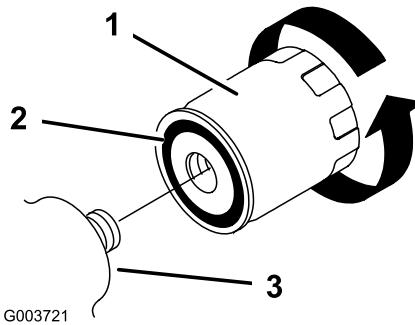

Figure 41
5. Enlevez le filtre à huile usagé (Figure 41) et essuyez la surface de l'adaptateur.
6. Appliquez une fine couche de liquide hydraulique sur le joint en caoutchouc du filtre de recharge (Figure 41).
7. Montez le filtre de recharge sur l'adaptateur (Figure 41). Tournez le filtre dans le sens horaire jusqu'à ce que le joint rejoigne l'adaptateur, puis serrez-le encore de 1/2 tour.